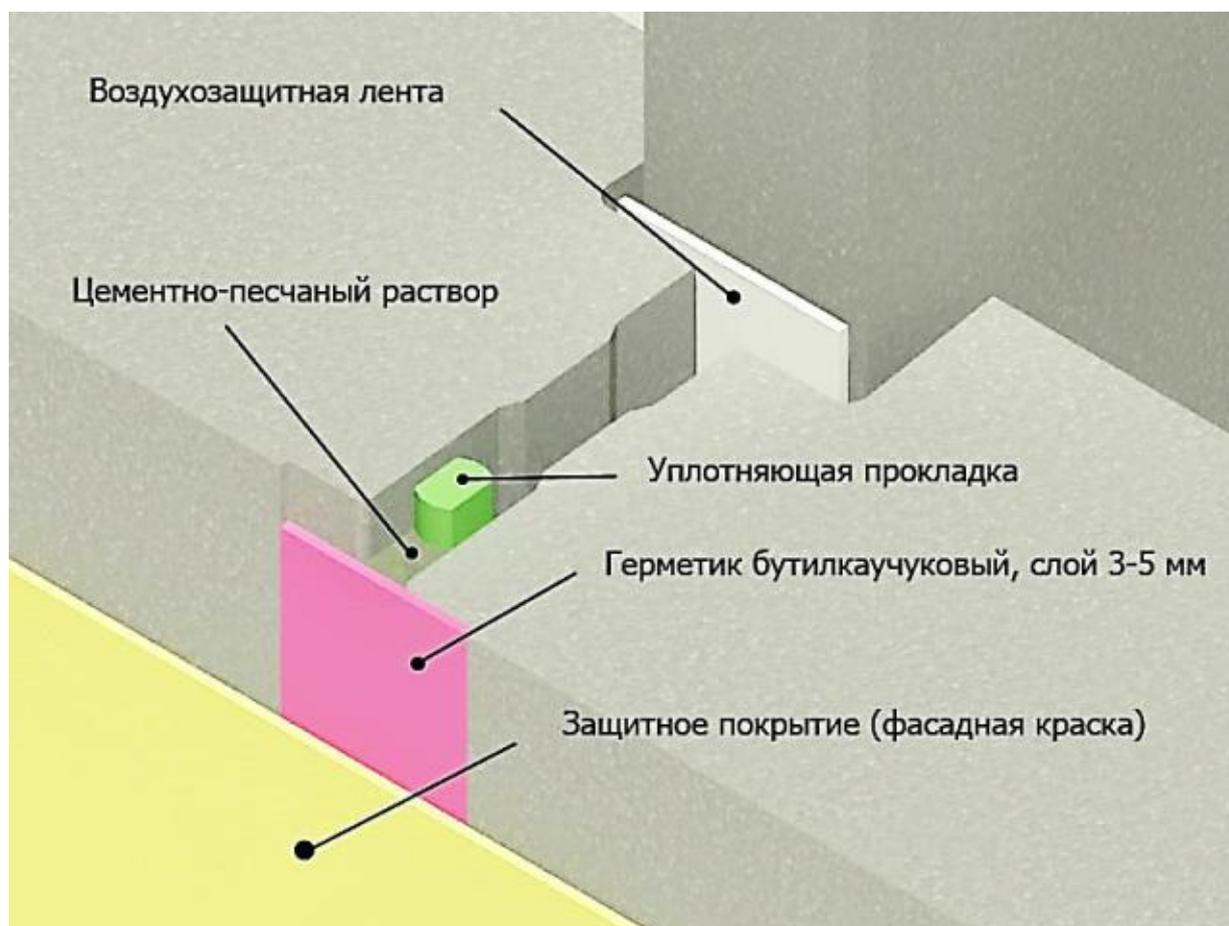

Рис.1 Герметизация стыка наружных панелей.
3.6. Герметизация стыковых соединений наружных стен включает подготовку стыкуемых поверхностей наружных панелей; устройство воздухозащиты стыков; укладку уплотняющей прокладки; зачеканку устья стыков цементным раствором; приготовление рабочего состава праймера; огрунтовку стыкуемых поверхностей; нанесение герметика бутилкаучукового; нанесение защитного покрытия(Рис. 1).
3.11. Наносить герметик бутилкаучуковый следует на огрунтованную цементно-песчаную основу стыковых соединений с заходом на поверхность стеновых панелей не менее чем на 30 мм с каждой стороны. Общая ширина укладываемого ленточного слоя герметика должна составлять 100 - 120 мм и полностью перекрывать цементно-песчаную основу при толщине укладываемого слоя герметика 3 - 5 мм (Рис.1). Наносить герметик на поверхность стыка можно пневмошприцом или шпателем после высыхания грунтовки. Интервал между нанесением грунтовки и герметика зависит от температуры наружного воздуха.